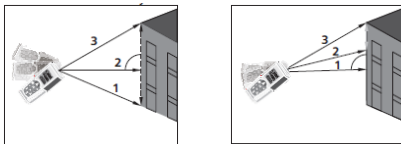

Abb. 8: Beispiele von indirekten Messungen mit 3 Punkten
3. Stellen Sie das Gerät in die niedrigste Stellung (1) für die Messung (siehe Fig. 8) und drücken Sie die  Taste. Das Ergebnis erscheint im ersten Teildisplay. Das Symbol "" erscheint auf dem Display mit blinkender Seite "2".
4. Stellen Sie das Gerät so waagerecht wie möglich (2) für die Messung (siehe Fig. 8) und drücken Sie die  Taste. Das Ergebnis erscheint im zweiten Teildisplay. Das Symbol "" erscheint auf dem Display mit blinkender Seite "3".
5. Stellen Sie das Gerät in die höchste Stellung (3) für die Messung (siehe Fig. 8) und drücken Sie die  Taste.